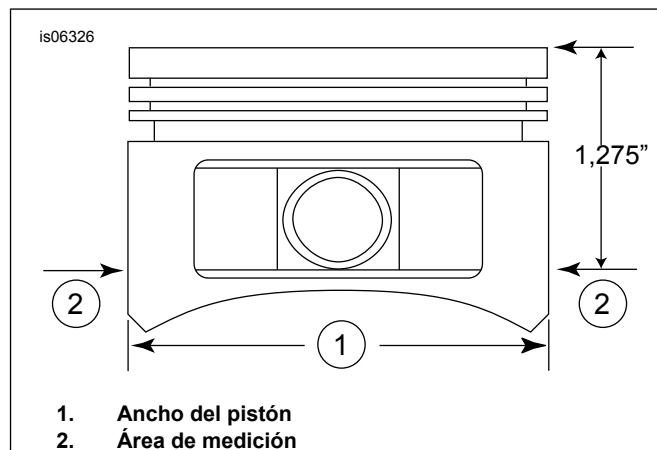

Figura 2. Mediciones del pistón
5. Vea Figura 2 . Mida el ancho del pistón (1), a 90 grados en sentido horizontal desde ambos lados del agujero del pasador del pistón y a 32,38 mm (1,275 pulg.) hacia abajo desde la superficie superior del pistón (2). Vea Tabla 11 para saber cuál es el ajuste del pistón al cilindro en esta ubicación.